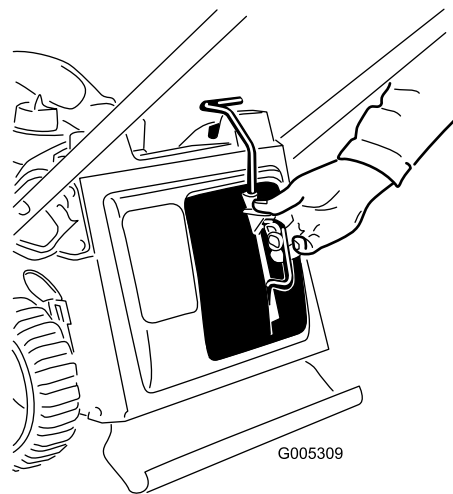

**Figura 17**
- Apriete todo lo que pueda el pomo del manillar superior (Figura 17).